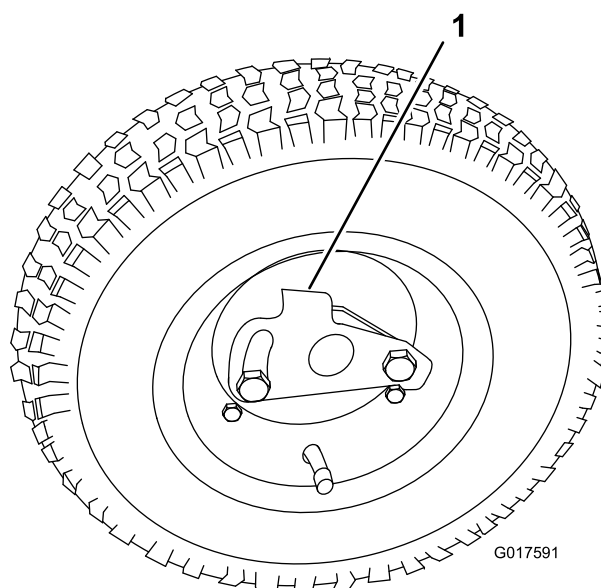

Figure 12
2. Poussez le clip de verrouillage vers le centre de la roue et faites coulisser la roue sur l'arbre hexagonal (Figure 12).